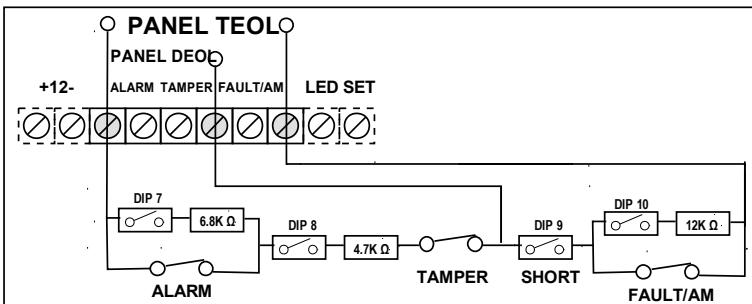

Figura 1
1. Svitare la vite di fissaggio e rimuovere il rivelatore dalla sua staffa. (vedi Figura 1).